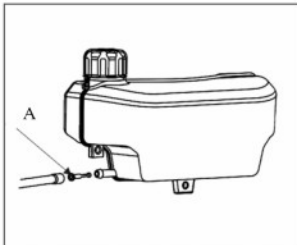

Fig. 14 A. colador de combustible
3. Coloque de nuevo el filtro de combustible (A) y la línea de combustible (consulte la Fig. 14).